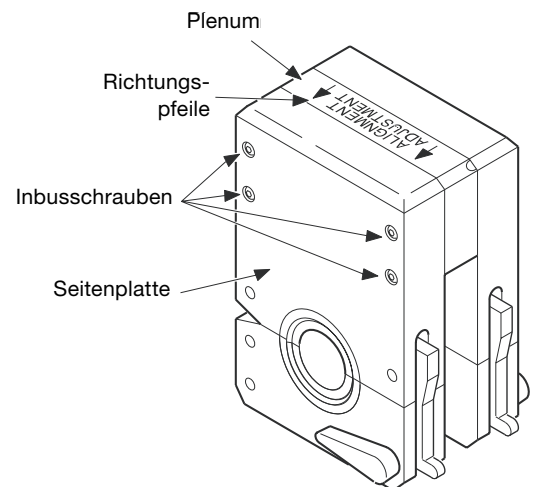

Abbildung 17 Lockern der Seitenplatte
1. Drehen Sie den Spannblock um und beachten Sie die Richtungspfeile auf dem Plenum. Die Pfeile zeigen zur passenden Seitenplatte. Siehe Abbildung 17.
2. Lösen Sie die vier Inbusschrauben in der passenden Seitenplatte mit dem mitgelieferten 3/32 Zoll Inbusschlüssel so weit, dass sie sich vom Plenum lösen lässt. Siehe Abbildung 17, um die passende Seitenplatte zu finden.